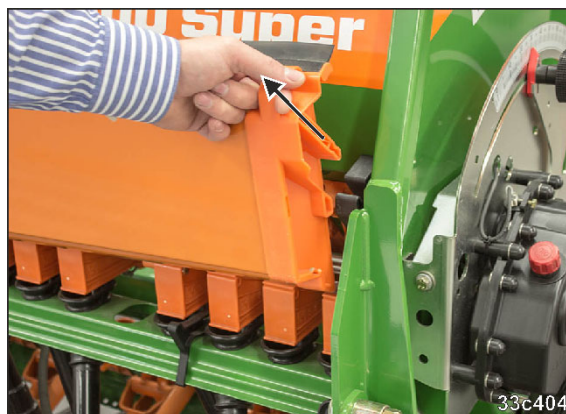

Fig. 238
1. Scoateți cuvele de colectare (Fig. 238) în sus din suport.